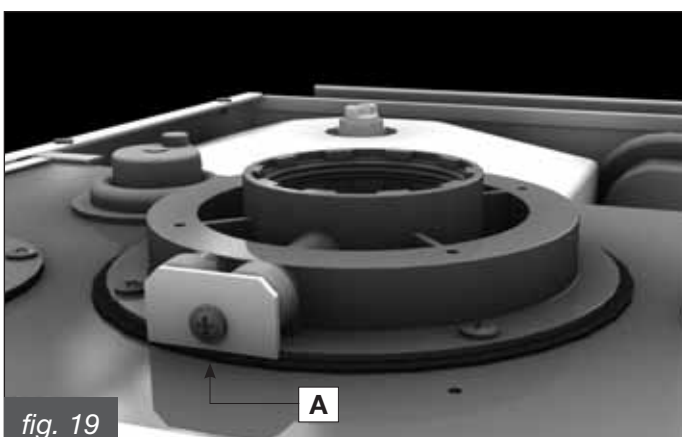
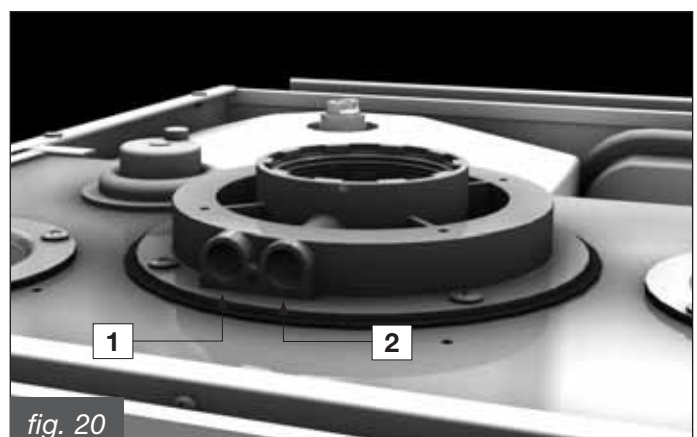

fig. 19
fig. 20
La caldaia è provvista di una torretta per il collegamento della tubazioni di aspirazioni aria/scarico fumi (fig. 19 e 20). Nella torretta sono stati predisposti dei fori per l'accesso diretto all'aria comburente ed allo scarico dei fumi (fig. 20). Prima di effettuare le misurazioni togliere il tappo A dai fori predisposti sulla torretta (fig. 19).
- misura dell'aria comburente prelevata nell'apposito foro 1 (fig. 20);
- misura della temperatura fumi e della CO₂ prelevata nell'apposito foro 2 (fig. 20).